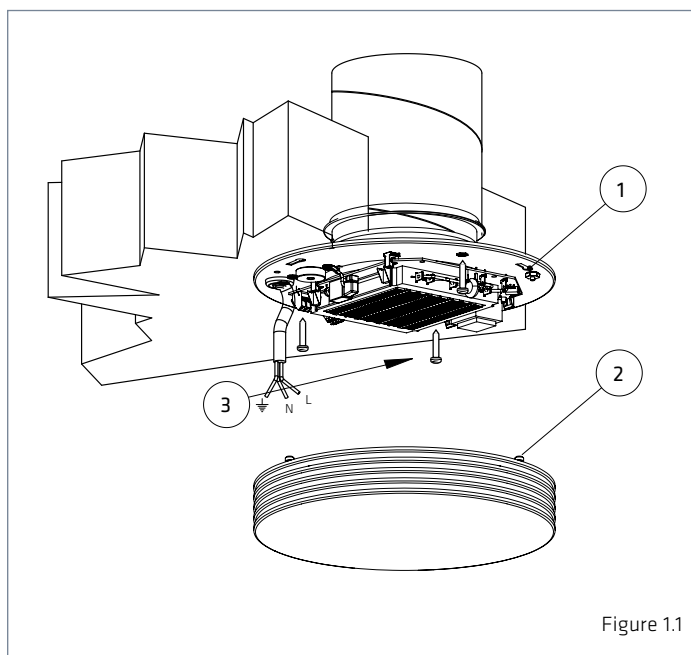
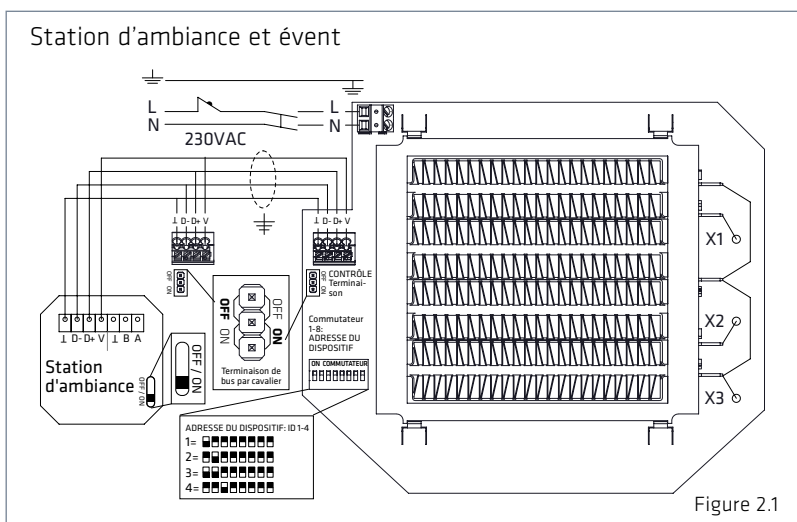

Figure 1.1
Figure 2.1
2. La distance minimale entre le terminal et le mur est de 0,5 m (voir la figure 1.1). Installez le terminal à une hauteur minimale de 1,8 m. Assurez-vous que les enfants ne puissent pas mettre les mains sur le terminal.
3. Détachez la grille (2) du corps. Retirez les trois vis de fixation (3) et enlevez la grille du corps (1).
5. Branchez le câble d'alimentation (MMJ) par le biais d'un interrupteur bipolaire et le câble de bus de la station d'ambiance (KLMA) aux connecteurs situés dans la section électronique du terminal, comme illustré dans les figures 2.1 à 2.3.
1. **REMARQUE !** Raccordez la tension d'alimentation 230 V au dispositif via un interrupteur bipolaire. Raccordez la tension d'alimentation aux connecteurs N et L dans la section électronique du terminal, comme illustré dans les figures 2.1 à 2.3.
2. Raccordez la terre au connecteur de terre séparé du terminal comme illustré dans les figures 2.1 à 2.3.
3. Raccordez le terminal série ECO à la station d'ambiance avec le câble Modbus comme illustré dans les figures 2.1 à 2.3.
2. Détachez l'écran tactile (1) de la pièce de blocage (2).
3. Détachez la pièce de blocage du bas (4) avec un petit tournevis par exemple.
4. Fixez le bas (4) à la boîte de connexion.
5. Installez le cache (3).
6. Installez la pièce de blocage (2).
7. Raccordez les câbles aux connecteurs de l'écran tactile comme illustré dans les figures 2.1 à 2.3.
8. Poussez l'écran tactile (1) dans la pièce de blocage (2) jusqu'à ce que vous entendiez un déclic.